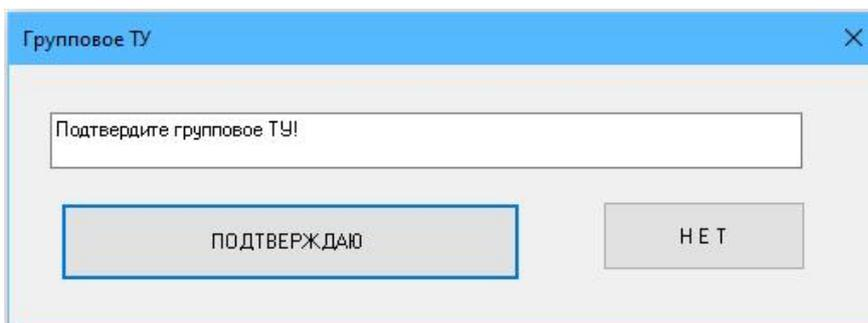

Рисунок 134 – Подтверждение выполнения команды
- подтвердить выполнение команды в появившемся окне «Групповое ТУ» (рисунок 134). Для этого нажать на кнопку «Подтверждаю»;